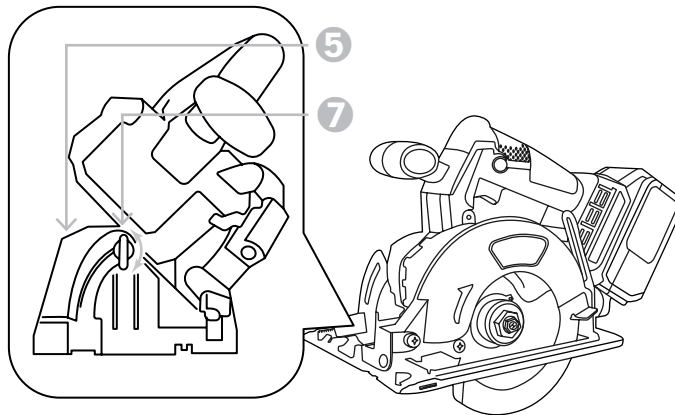

Рисунок 2.1.4. Установка угла наклона основания
**ВНИМАНИЕ!** Перед проведением каких-либо регулировочных работ отключите пилу от питания. Изменяя наклон основания, можно производить пиление образца под углом (рисунок 2.1.4.).